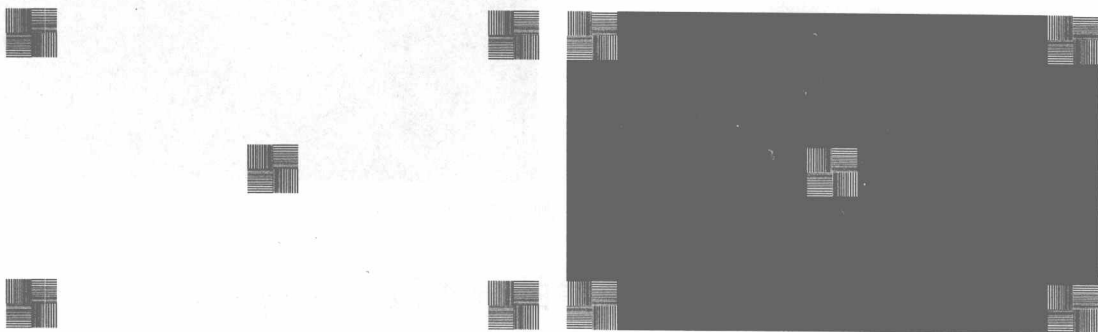

图 12-15 测试分辨率
步骤(5) 单击测试画面中的“分辨率”按钮,测试液晶显示器的分辨率,如图 12-15 所示。测试时看测试图像中黑白相间的线条逐渐变细,排列出方块图,看是否清晰,线条是否会交织在一起。如果线条之间清晰可辨,说明分辨率较高。